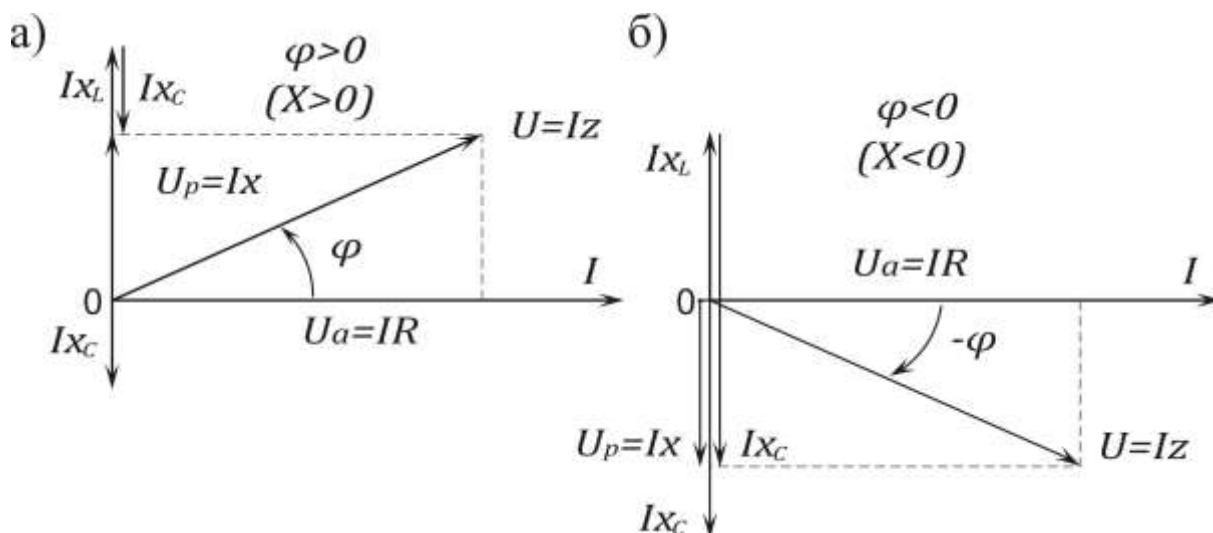

Рис. 3.3
6. Треугольник напряжений. Приложенное к цепи напряжение U может быть разложено на составляющие (рис. 3.3, а и б): $U_a = IR$ – активную, совпадающую по фазе с током, и $U_p = Ix$ – реактивную; вектор U_p опережает вектор тока I на четверть периода, если в цепи преобладает индуктивное сопротивление $x = x_L - x_C > 0$ (рис. 3.3, а); U_p отстает от I на четверть периода, если в цепи преобладает емкостное сопротивление $x = x_L - x_C < 0$ (рис. 3.3, б);